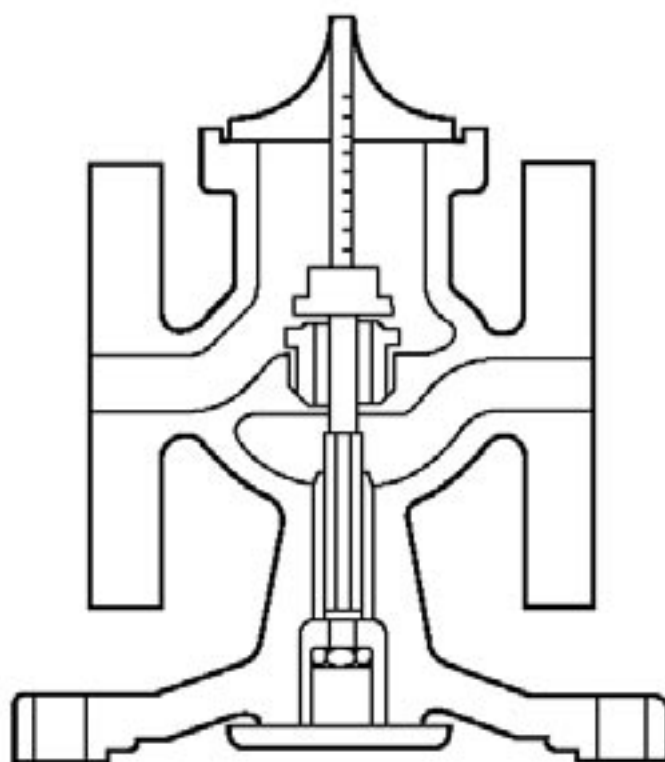

Fig. 7
6. Glisser et positionner ensemble les deux membranes principales (fig. 7).
7. Après avoir vérifié le positionnement des membranes, relever la chambre inférieure et la fixer avec les boulons et écrous M12 (23). Serrer avec un couple de 75 N m.
9. Après un rodage relativement important, ou quand clapet et/ou siège ont été remplacés, il peut être nécessaire de réajuster le poussoir du clapet principal (26) afin d'assurer la levée exacte du clapet.
11. Remettre en place le poussoir (26) et le clapet principal (17). Vérifier si le clapet appuie bien sur son siège.
12. A ce stade, le clapet principal peut être ouvert en soulevant le plateau de la membrane (25) vers le haut jusqu'à ce qu'il touche le corps de la vanne (voir Fig. 7). A l'aide d'un calibre de profondeur, mesurer la course du clapet.
13. Si la course ne correspond pas à la valeur donnée par le tableau 3, desserrer le contre-écrou (30). Ajuster la levée du clapet en vissant ou en dévissant le poussoir (26) dans le plateau (25). Sitôt le réglage rétabli, resserrer le contre-écrou (30).
15. S'assurer que les surfaces de contact du corps de vanne et du corps porte-pilote soient propres. Remettre en place le clapet principal (17) et son ressort (16) (en bonne position).
16. Remettre le nouveau joint (15) et remonter le corps porte-pilote (10) au moyen des 4 écrous (21). Serrer suivant le tableau 1.